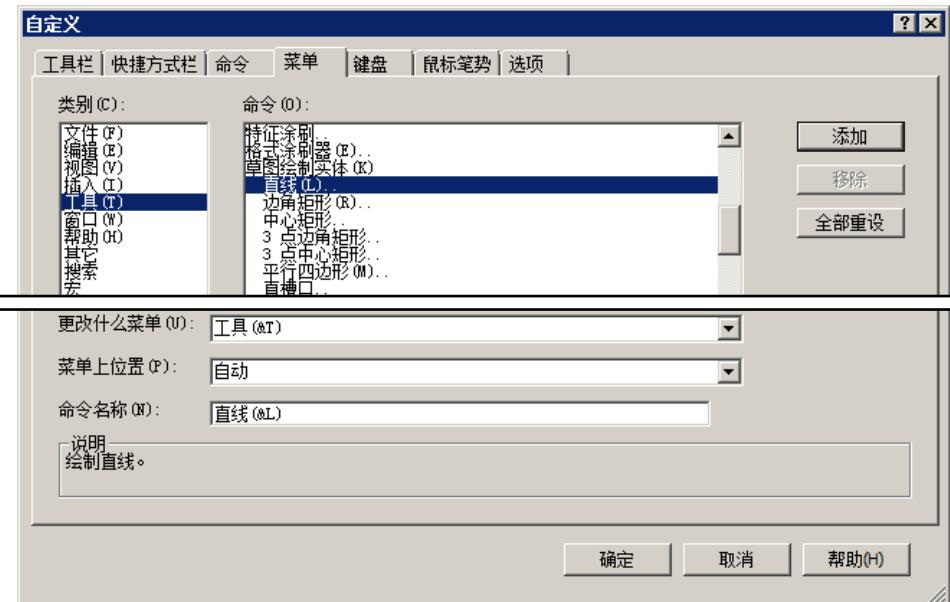
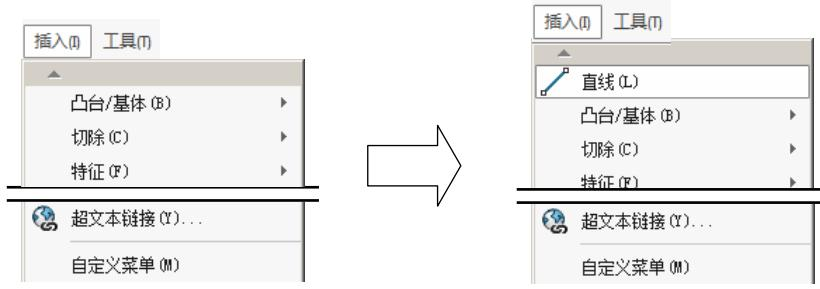

图 3.6.4 “菜单”选项卡
图 3.6.5 菜单命令的自定义
在“自定义”对话框中单击 **菜单** 选项卡，即可进行下拉菜单中命令的自定义（图 3.6.4）。下面将以下拉菜单 **工具(T)** → **草图绘制实体(X)** → **直线(L)** 命令为例，说明自定义菜单命令的一般操作步骤（图 3.6.5）。
Step1. 选择需自定义的命令。在图 3.6.4 所示的“自定义”对话框的 **类别(C):** 列表框中选择 **工具(T)** 选项，在 **命令(O):** 列表框中选择 **直线(L)...** 选项。